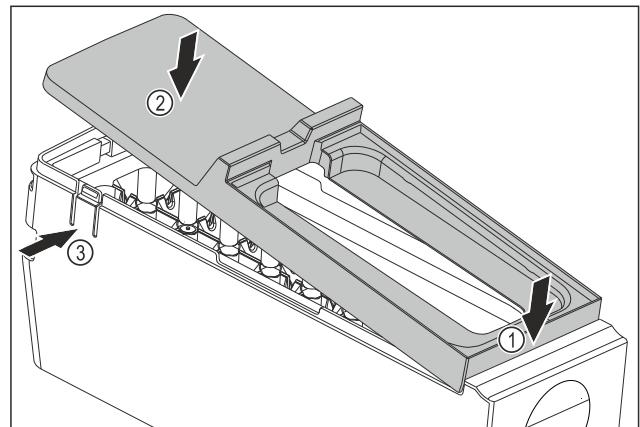

Fig. 107
- Abdeckung des EasyTwist-Ice-Körpers montieren: Abdeckung vorne ansetzen. Fig. 107 (1)
- Abdeckung hinten absenken. Fig. 107 (2)
- Abdeckung rastet hörbar in beiden Taschen Fig. 107 (3) ein.